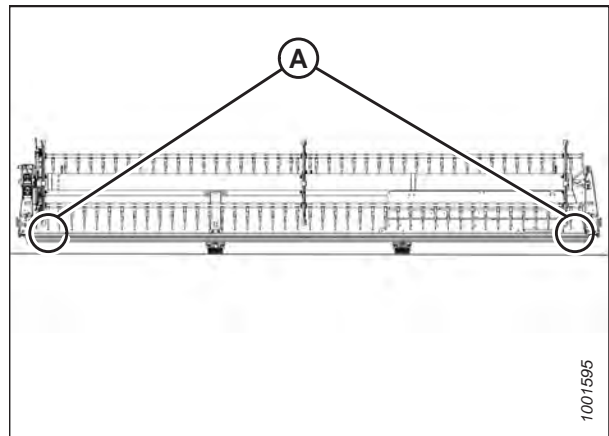

Figura 4.282: Ubicaciones de medición de FlexDraper®: molinete simple
- Plataformas de molinete simple: Figura 4.282, página 682